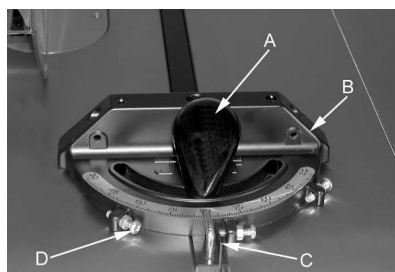

Рис. 12
1. Чтобы воспользоваться шкалой, ослабьте стопорную ручку (А, Рис. 12) и поверните корпус угломера (В, Рис. 12) под желаемым углом. Чтобы перемещать угломер за ограничители указателей шкалы до 45° или 90°, поставьте в нижнее положение планку (С, Рис. 12).
2. Отрегулируйте ограничители, поворачивая один из трех регулировочных винтов (D, Рис. 12).